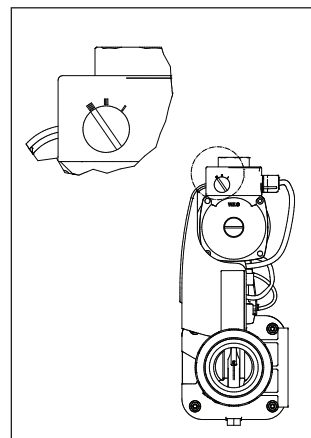

Bild 9. Effektlägesväljaren
3. Ställ in högsta effektläget på Aqua MEX-FE cirkulationspump (genom att vrida vredet till läge III), se bild 9.
5. Starta enheten genom att trycka på on/off knappen (C).